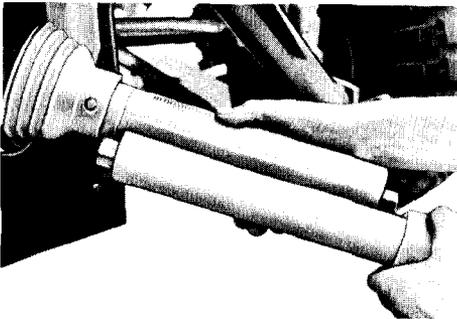

Abbildung 3
2. Beim ersten Anbau vordere Gelenkwellenhälfte auf die Schlepperzapfwelle stecken. **Gelenkwellenrohre** jedoch **nicht ineinanderschieben**, sondern durch Aneinanderhalten (Abb. 3) prüfen, ob die Gelenkwellenrohre in jeder Stellung der Schlepperhydraulik einerseits noch mindestens 60 mm **ineinandergreifen** und andererseits nicht gegen die Kreuzgelenke stoßen. (Bei zu langen Gelenkwellenrohren müssen beide Seiten gekürzt werden.)